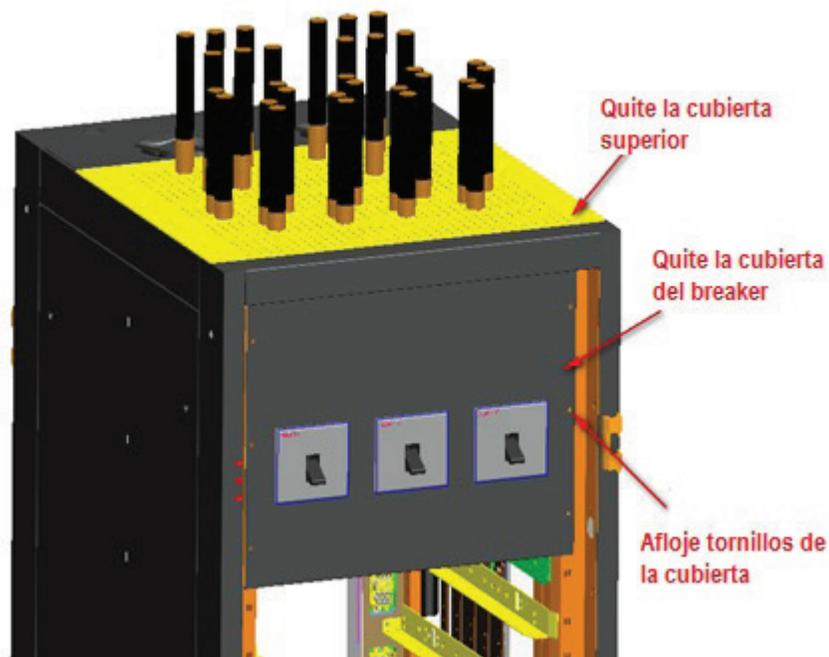

Figura 4-13 Retire la cubierta
Paso 5: Cuando es necesario tener una entrada de bypass independiente, retire la cubierta de los interruptores termomagnéticos en el panel frontal y retire las bandas de conexión entre los interruptores de entrada y bypass. Conecte la entrada de bypass a la barra de cobre del interruptor de bypass y fije las bandas de conexión y cables de entrada, como se muestra en la Figura 4-13.